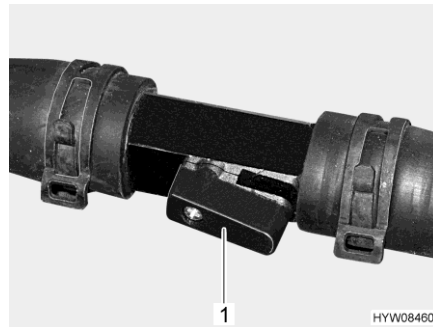

Fig. 163 Llave de paso (abierta)
- Ajustar la palanca (Fig. 163,1) en paralelo a la tubería (Fig. 163). Cuanto más se abra la llave de paso tanto más alta será la potencia calorífica.
- Ajustar la palanca (Fig. 163,1) transversalmente a la tubería. El circuito de calefacción se realizará a través de la tubería de derivación.